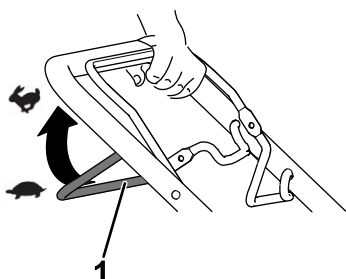

Figura 13
- Para engatar a transmissão autopropulsora, empurre a barra da transmissão autopropulsora contra a pega e segure-a (Figura 13).